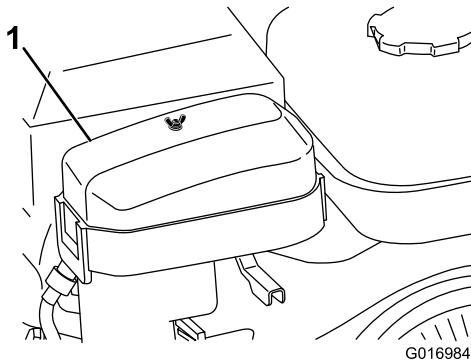

Figure 25
2. Enlevez l'écrou à oreilles qui fixe le couvercle du filtre à air et déposez le couvercle (Figure 25).